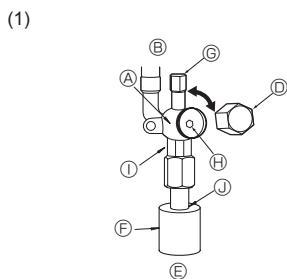

Fig. 4-6
- (1) Gas-/Flüssigkeitsseite von ZM35-71 (Fig. 4-6)
- ① Entfernen Sie die Kappe und drehen Sie die Ventilstange mit einem 4 mm-Sechskantschlüssel bis zum Anschlag gegen den Uhrzeigersinn. Hören Sie auf zu drehen, wenn der Anschlag erreicht ist.